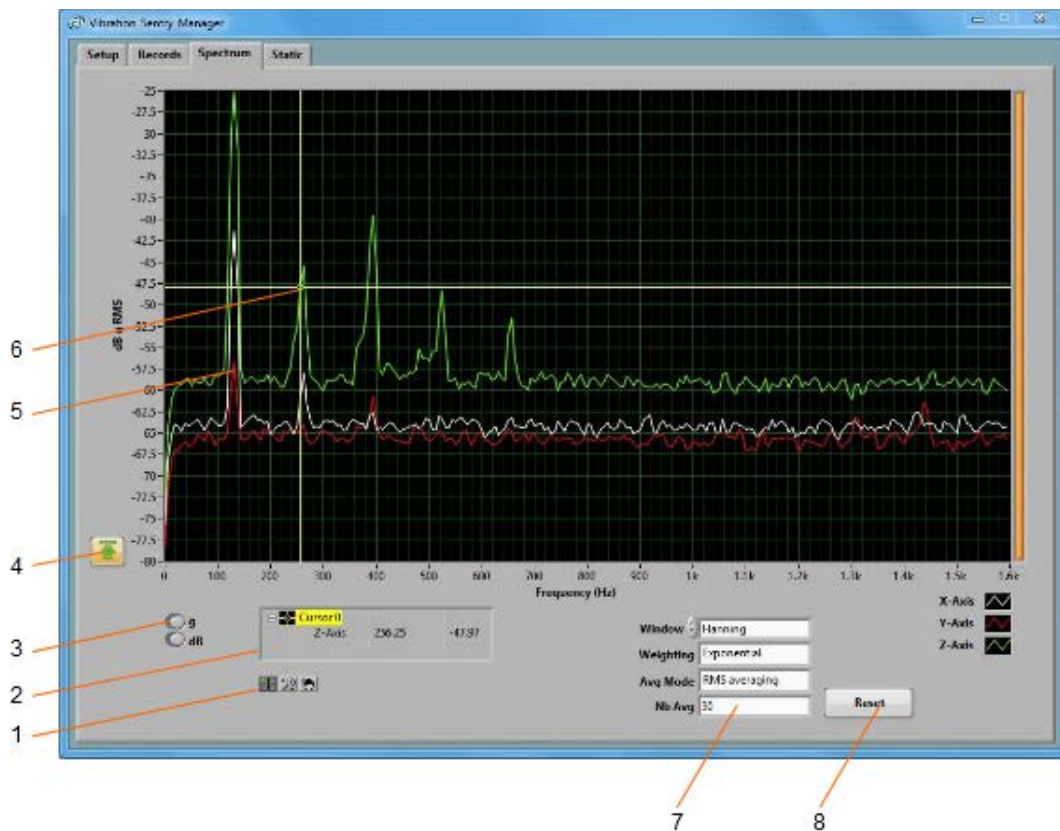

図 7 スペクトラム Tab
- **スペクトラ Tab:** 振動センタリーEからリアルタイムでパワースペクトルを表示するために使用 ( 図 7参照).